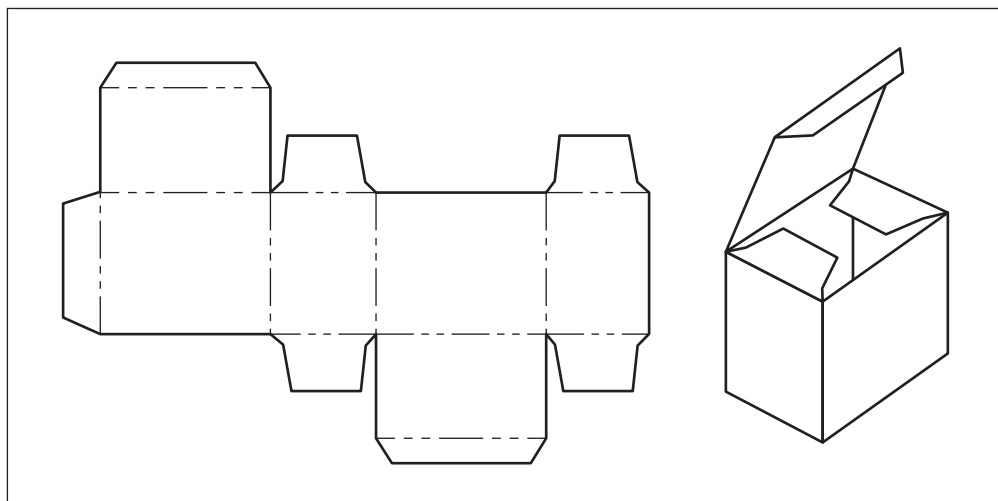

Рис. 18. Развёртка упаковочной коробки
Для изготовления изделий на производстве используют графические документы, называемые *развёртками*. Получение развёртки связано с «разворачиванием» и совмещением всей поверхности предмета с одной плоскостью (рис. 18). Развёртки отдельных геометрических тел вы выполняли на уроках технологии и математики.
2. Используя *рис. 18* как образец, выполните в тетради по заданным размерам чертежи развёрток следующих геометрических тел: